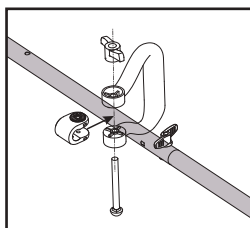

Fig. 2
2. Assemblez la poignée réglable et serrez la molette de la poignée (Fig. 2 et 3).